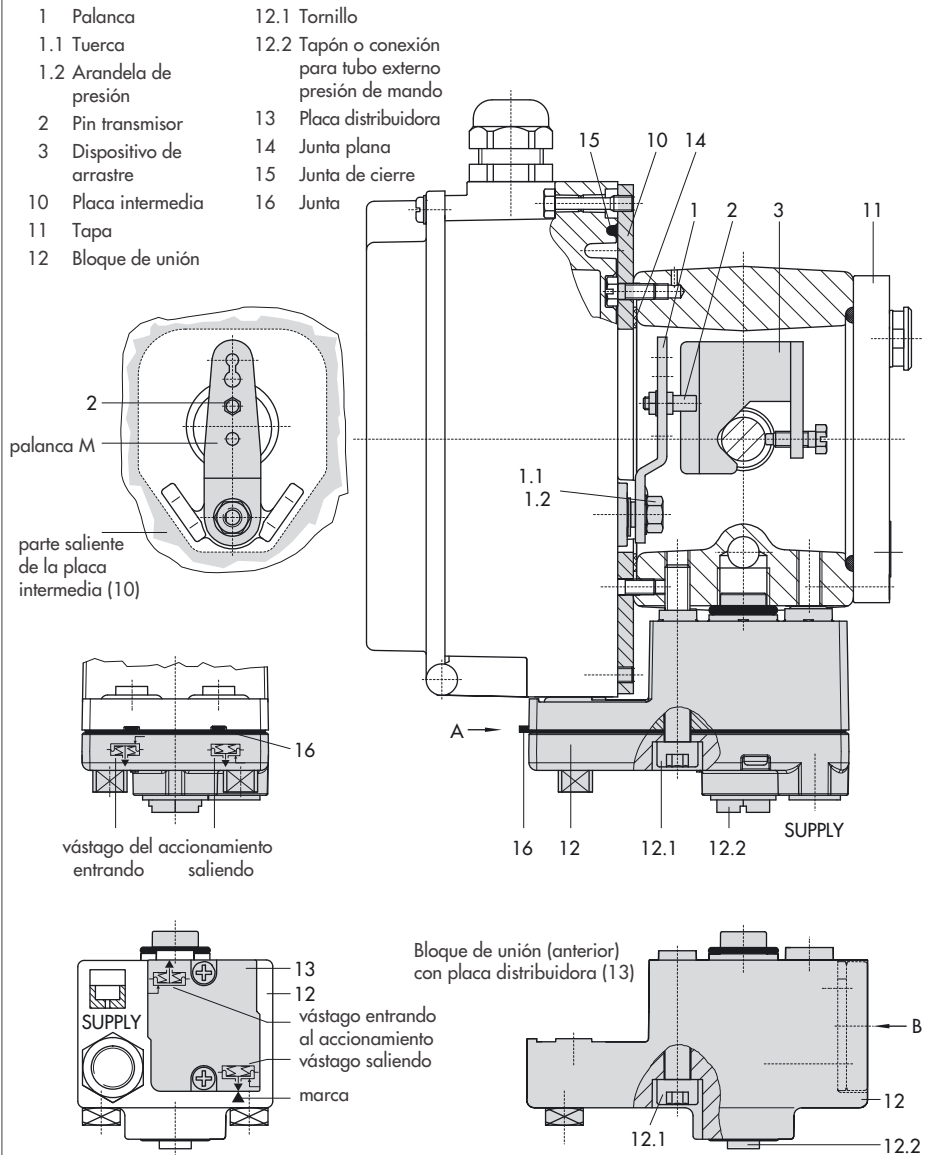

Fig. 5 · Montaje directo – conexión de la presión de mando en el accionamiento Tipo 3277 de 240, 350 y 700 cm²
1. Colocar el dispositivo de arrastre (3) en el vástago del posicionador, alinearlos y fijarlo de forma que el tornillo de fijación esté bien alineado en el encaje del vástago.
2. Fijar la placa intermedia (10) con la parte saliente más estrecha (fig. 5 izq.) hacia la conexión de la presión de mando, la junta plana (14) tiene que quedar del lado del puente del accionamiento.
3. En accionamientos de 700 cm² desatornillar el pin (2) colocado en la posición **35** de la palanca **M** (1) y atornillarlo en la posición **50**.
6. Comprobar que la lengüeta de la junta (16) lateral al bloque de unión, se encuentra encima del símbolo del accionamiento que corresponde con la ejecución del accionamiento "vástago saliendo" o "vástago entrando". Si es necesario desatornillar los tres tornillos, levantar la tapa, girar la junta (16) 180° y volver a fijarlo. Con la ejecución anterior de bloques de unión (fig. 5 abajo) es necesario girar la placa distribuidora (13) hasta que la marca indique el símbolo que corresponde a la ejecución del accionamiento.
7. Montar el bloque de unión (12) con sus juntas al posicionador y fijarlo al puente de la válvula con los tornillos (12.1). En accionamientos "vástago entrando" se tiene que sacar el tapón (12.2) y montar el tubo para la presión de mando.
8. Montar la tapa posterior (11). Al hacerlo prestar atención para que una vez instalada la válvula, el tapón de desaireación apunte hacia abajo, para asegurar una evacuación de posibles condensados.